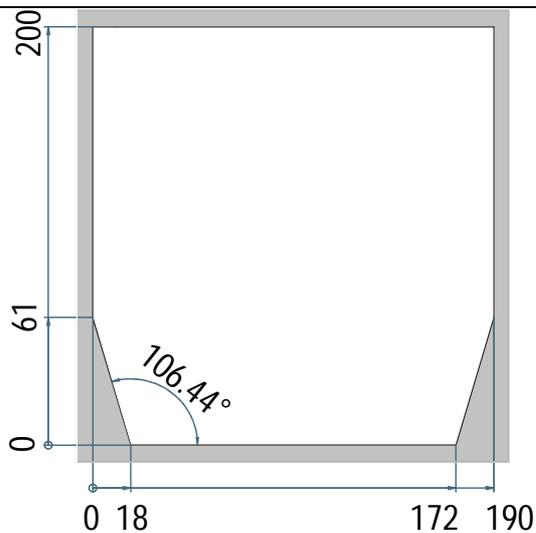
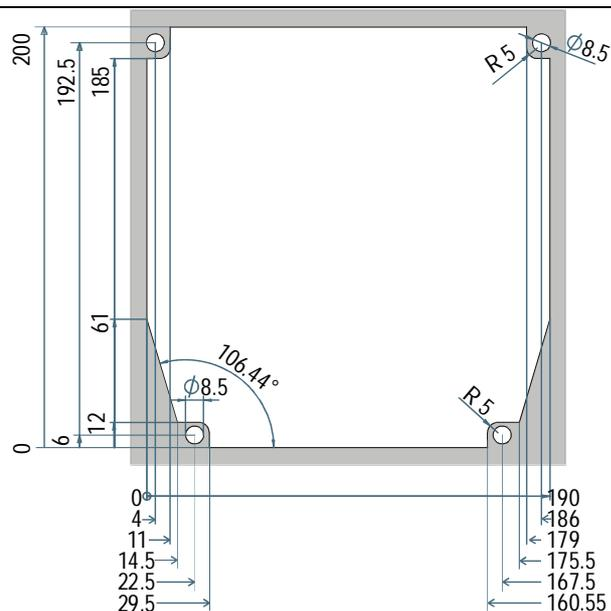

Bild 4
Bild 5
- Einen Tafelausschnitt vornehmen, wie in Bild 4 und Bild 5 beschrieben.